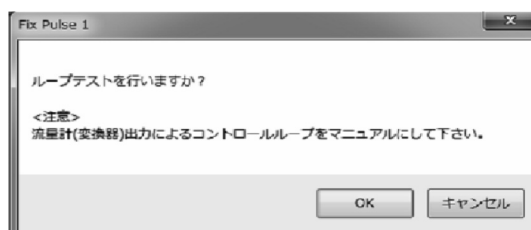

図132
- ④ 「Start」ボタンをクリックすると、メッセージボックス(図132)が表示されます。「OK」ボタンをクリックすると、「Fix Pulse」を開始します。